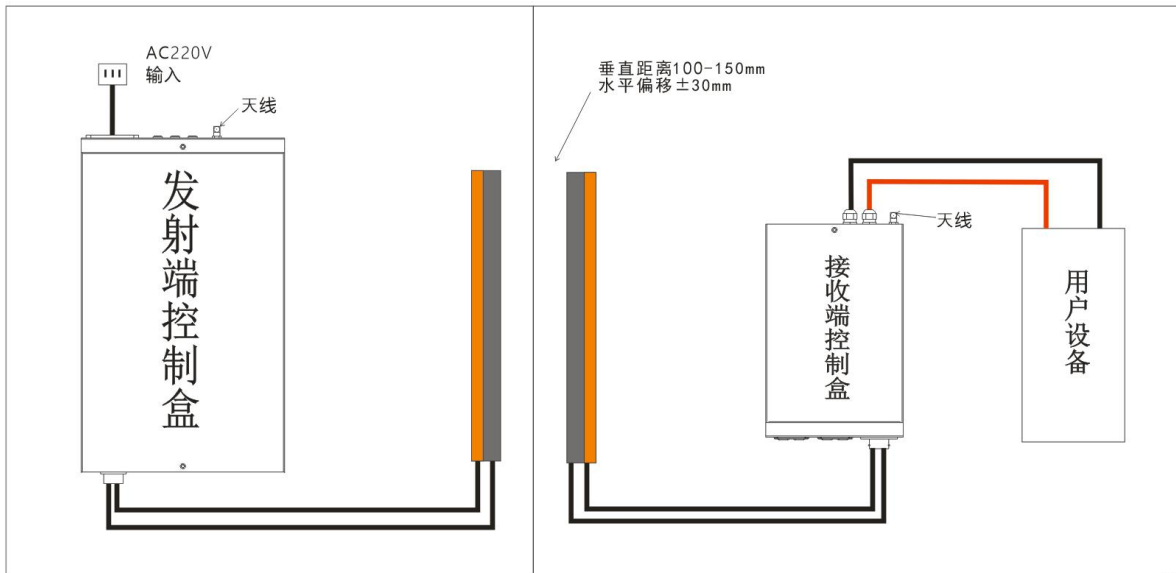

图 7.系统接线示意
- 3、接线方法如图 7 所示，发射线圈与接收线圈垂直接收范围为 100-150mm，水平偏移尺寸为  $< 30\text{mm}$ 。接收端输出接用户设备红色线为正极，黑色线为负极；